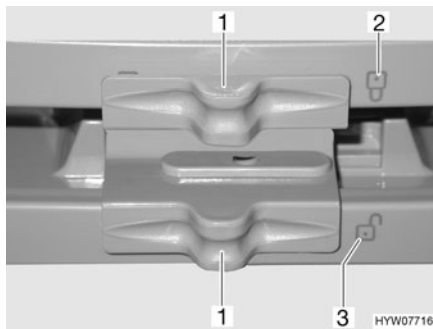

Fig. 151 Bloqueo de la puerta del frigorífico/puerta del compartimento congelador (Dometic de la serie 7 con compartimento congelador separado)
- Desplazar el bloqueo (Fig. 151,1) hacia un lado, de tal manera que sea visible el candado abierto "G" (Fig. 151,3).
- Desplazar el bloqueo (Fig. 151,1) hacia un lado, de tal manera que sea visible el candado cerrado "V" (Fig. 151,2).